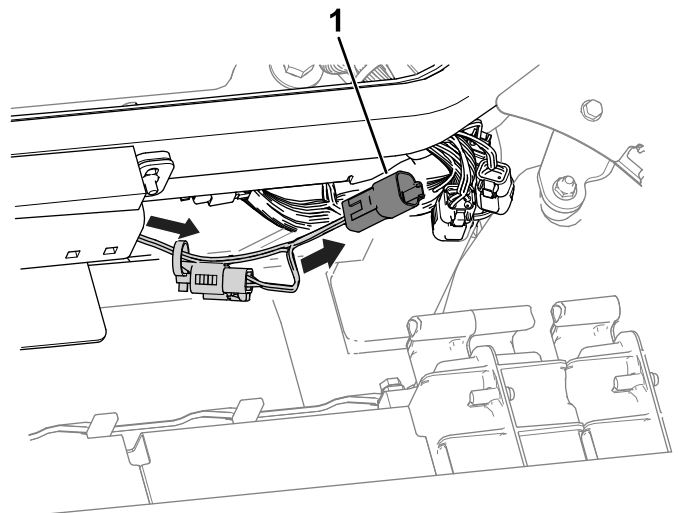

Figur 3
4. Bruk de eksisterende boltene og mutterne fra panserstøttebraketten for å feste monteringsbraketten til rammen for trekkenheten (Figur 3).